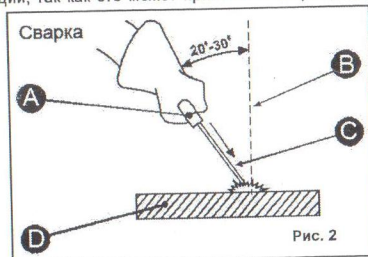

Рис. 2
- Сразу после зажигания дуги старайтесь сохранять расстояние между рабочей поверхностью свариваемой конструкции (D) и электродом (C)(См. Рис.2), приблизительно равное диаметру самого электрода. Старайтесь сохранять это расстояние постоянно во время сварки. Угол наклона электрода (C) от вертикальной оси (B) должен быть от 20° до 30°.
- Закончивая шов, отведите электрододержатель (A) с электродом (C) немного назад, чтобы заполнилась сварочная ванна, а затем быстро поднимите его до исчезновения дуги.